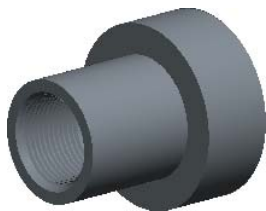

图 5.5.2 放置后的参考模型
Step3. 在“元件放置”操控板中选择 **默认** 选项, 然后单击 **✓** 按钮, 完成参考模型的放置, 放置后如图 5.5.2 所示。